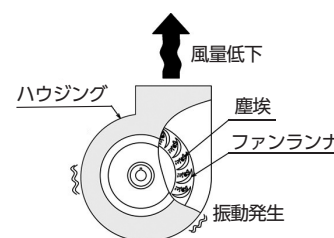

図3-4 塵埃による現象
- ・ ファン内部に異物の混入や塵埃の付着が無いか確認してください。塵埃が堆積しますと、風量の低下、アンバランスによる振動の発生の原因になります。（図3-4 参照）